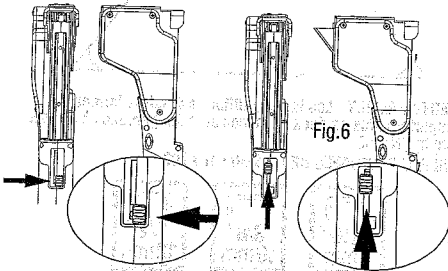

Fig. 6
1. Glissez le bouton de sortie de lame vers le côté et poussez-le alors vers l'avant comme montré dans la fig. 6.